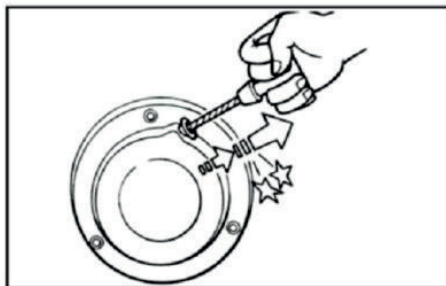

рис. 7
- Запустите двигатель, потянув за рукоятку ручного стартера (Рисунок 7). **ВНИМАНИЕ!** При вытягивании шнура может создаваться отдача. Для моделей с электрическим стартером нажмите клавишный переключатель (положение ПУСК). Отпустите выключатель после запуска двигателя.